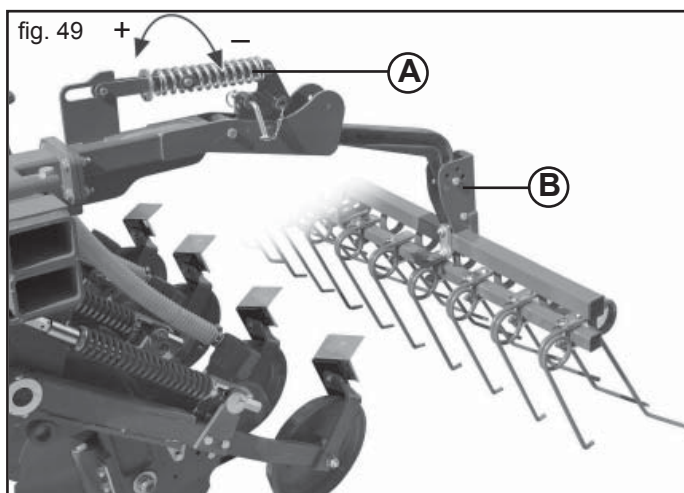

fig. 49
Presiunea de lucru a dinților cu arc ai grapei de acoperire a semințelor, poate fi schimbată prin rotirea arcului aflat pe brațul superior (A, Fig. 49). Schimbând poziția bolțurilor (B), variază unghiul de incidență ai dinților cu arc (Fig. 49).